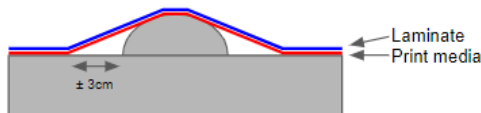

Abbildung 10
- 1) Positionieren Sie die Folie auf der gesamten genieteten Oberfläche; lassen Sie dabei um die Nieten herum einen Abstand von  $\pm 3$  cm zwischen der Oberfläche und der Niete. *Abbildung 10*